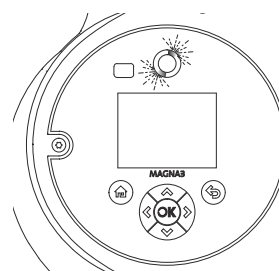

Рис. 45 Индикатор Grundfos Eye мерцает
7. Следуйте инструкциям на дисплее, чтобы установить связь между головными частями насоса. Когда индикатор состояния на подчиненной головной части загорится зеленым цветом, нажмите кнопку [OK] на подчиненной головной части. См. рис. 45.